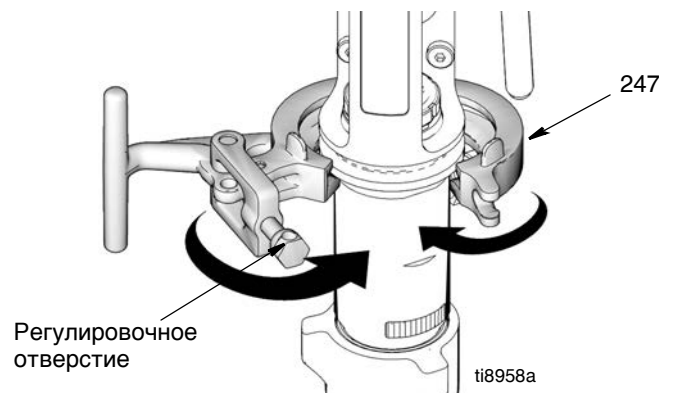

Рис. 22
3. (Рис. 22) Наложите хомут (247) вокруг насоса (111) и надавите на него для фиксации.